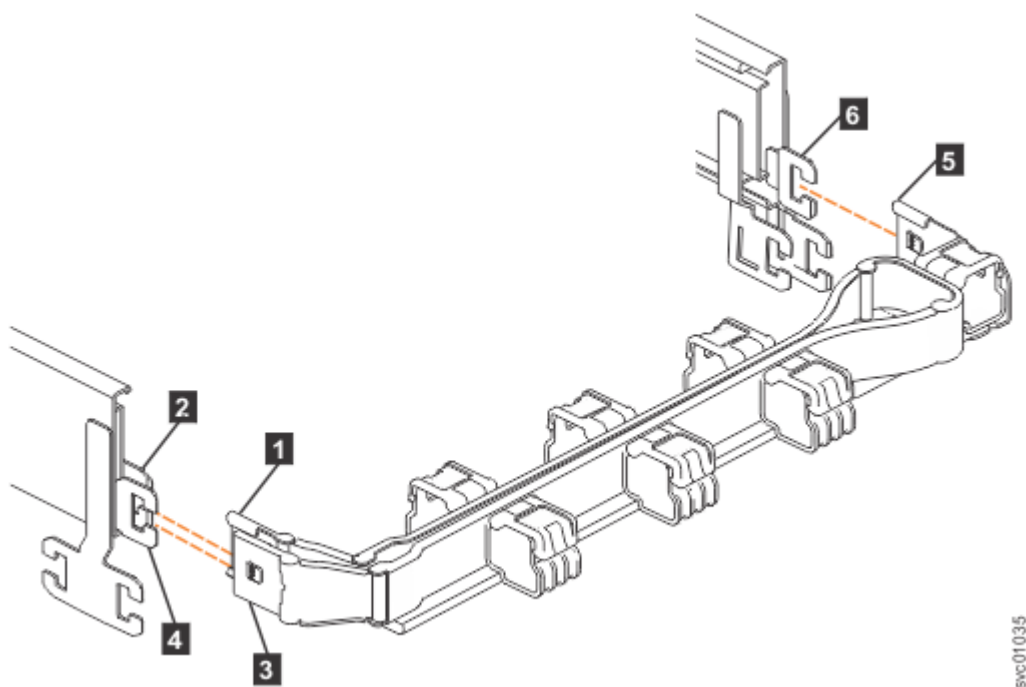
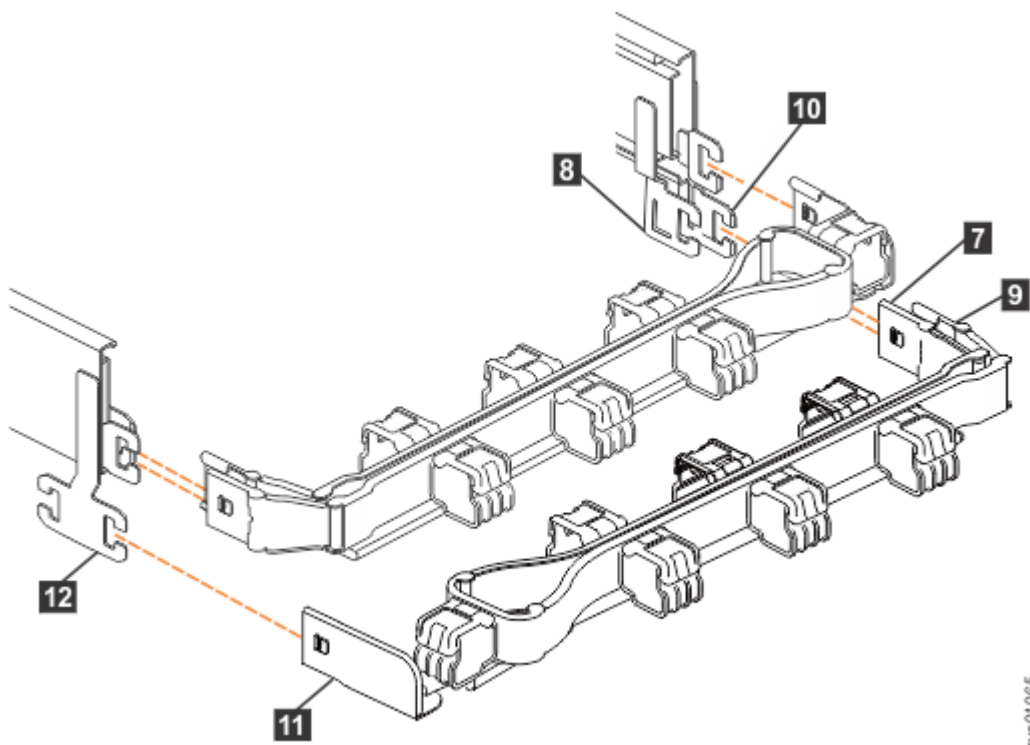

Figure 65. Connecteurs de l'élément supérieur du bras de routage des câbles
Figure 66. Composants de l'élément inférieur du bras de routage des câbles
Les connecteurs du bras de routage des câbles sont installés sur les points d'ancrage à l'extrémité des glissières de support. La Figure 65, à la page 63 montre les connecteurs sur l'élément supérieur du bras de routage des câbles.
1. Appuyez sur le loquet situé à la base du connecteur sur l'élément supérieur du bras de routage des câbles (5 dans la Figure 65, à la page 63).
2. Tirez sur le connecteur pour le retirer de sa base sur la glissière de support droite (6 dans la Figure 65, à la page 63).
3. Appuyez sur le loquet du connecteur externe de l'élément supérieur du bras de routage des câbles (3 dans la Figure 65, à la page 63).
4. Retirez le connecteur externe de l'élément interne de la glissière de support gauche (4 dans la Figure 65, à la page 63).
5. Retirez le connecteur interne situé sur l'élément supérieur du bras de routage des câbles (1) de l'élément interne de la glissière de support gauche (2), comme illustré dans la Figure 65, à la page 63.
Remarque : La procédure de retrait de l'élément inférieur du bras de routage des câbles est identique à la procédure de retrait de l'élément supérieur. Cependant, les emplacements des connecteurs sont inversés. Par exemple, la base du connecteur de l'élément supérieur du bras de routage des câbles (5 dans la Figure 65, à la page 63) se fixe à la glissière droite. La base du connecteur de l'élément inférieur du bras de routage des câbles (11 dans la Figure 66, à la page 64) se fixe à la glissière gauche.
6. Retirez la base du connecteur située sur l'élément inférieur du bras de routage des câbles (11) du connecteur situé sur la glissière de support gauche (12), comme illustré dans la Figure 66, à la page 64.
7. Retirez le connecteur interne situé sur de l'élément inférieur du bras de routage des câbles (9) de l'élément externe de la glissière de support droite (10), comme illustré dans la Figure 66, à la page 64.
8. Retirez le connecteur externe situé sur l'élément inférieur du bras de routage des câbles (7) de l'élément interne de la glissière de support droite (8), comme illustré dans la Figure 66, à la page 64.